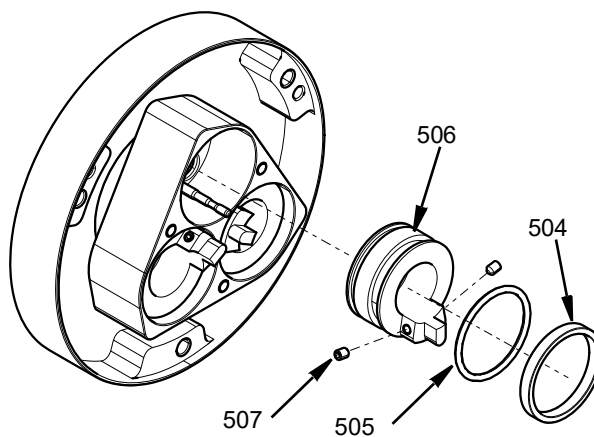

図 11
3. 2本のM4固定ネジ (507) を緩めてピストン (506) を取り外すと、ピストンとロッドシャットオフバルブがロック解除されます。ネジを取り外すと、ピストン (506) にアクセスできるようになります。Oリング (505)、およびガイドリング (504) を取り外します。以下を参照してください：図 11。